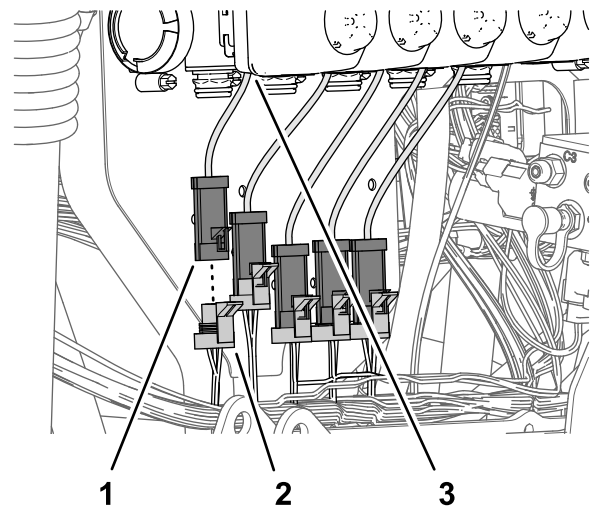

Bild 114
2. Stecken Sie den 3-Buchsen-Stecker (Bild 114) des 89-cm-Kitabelbaumzweigs, der mit NOZZLE VALVE 1 beschriftet ist, in den 3-Stift-Stecker des ganz linken Ventilaktuator (Stellung 1).
3. Stecken Sie den 3-Buchsen-Stecker (Bild 114) des 89-cm-Kitabelbaumzweigs, der mit NOZZLE VALVE 2 beschriftet ist, in den 3-Stift-Stecker des Ventilaktuatoren (Stellung 2).
4. Stecken Sie die restlichen 3-Buchsen-Stecker des 89-cm-Kabelbaumzweigs in den 3-Stift-Stecker der Ventilaktuatoren (Bild 114).